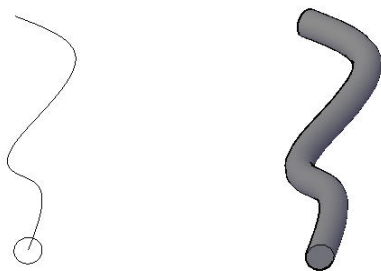

图 7-34 指定路径创建拉伸实体
- “路径”子选项是指将拉伸平面通过指定的路径来拉伸实体。拉伸对象和路径不能共面，如图 7-34 所示。